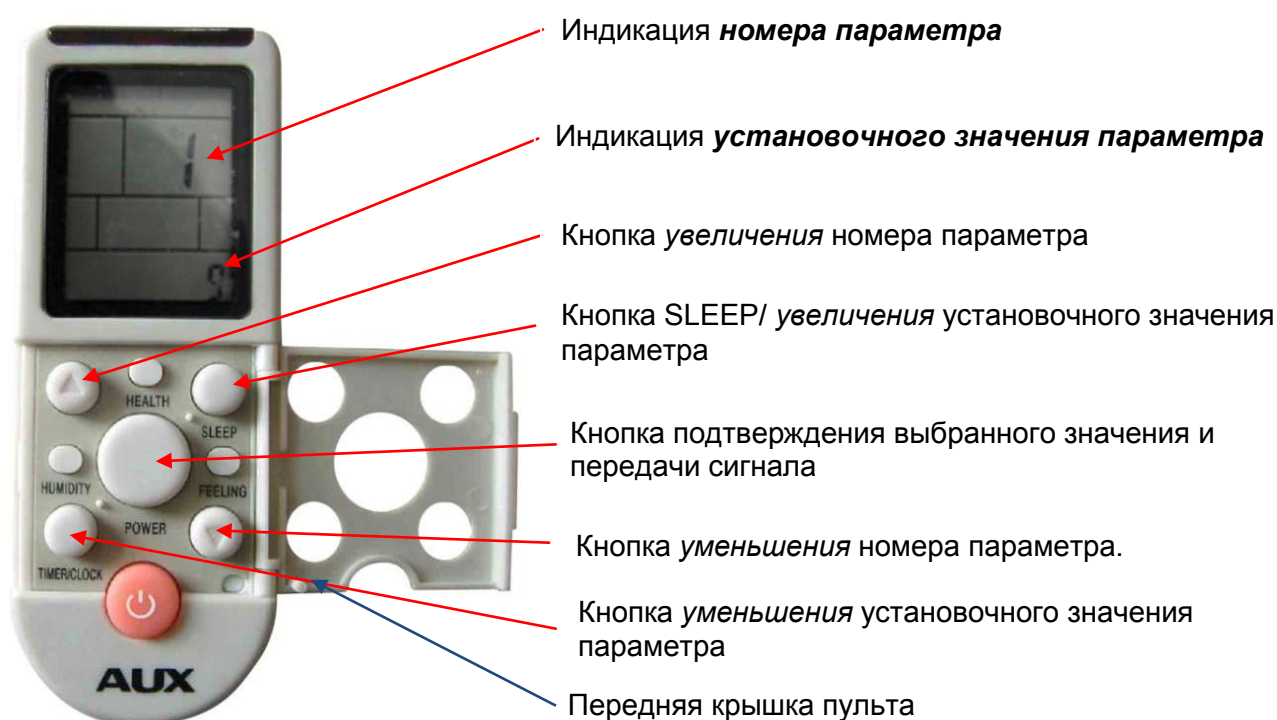

Рис.5.1
- 1) Откройте переднюю крышку беспроводного пульта (рис.5.1)
- Кнопками *увеличения/уменьшения* номера параметров (см.рис.5.1) задайте значение «1»;